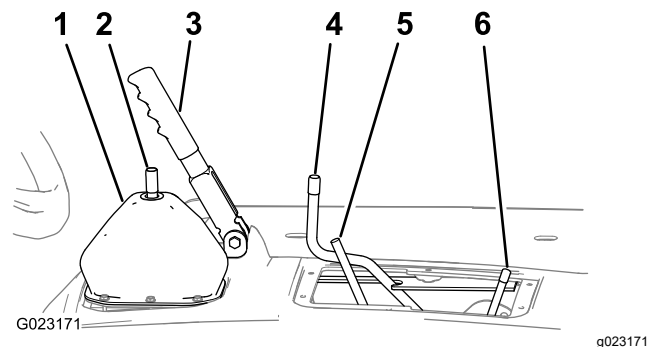

Figure 11
1. Serrez le frein de stationnement (Figure 11).
2. Déplacez la tige de blocage du différentiel en avant et vers la droite pour la verrouiller en position engagée (Figure 11).